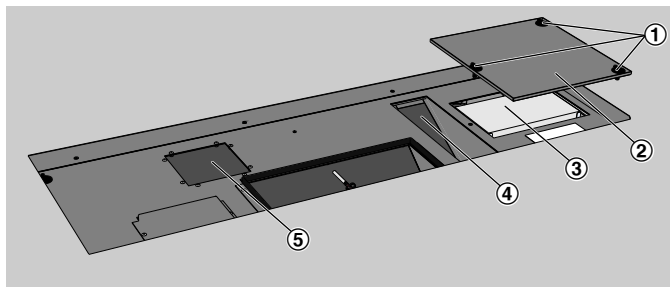

Abb. 24: Filterwechsel Beispiel Ausführung rechts
3. ▶ **Außenluftfilter:** Den Filterdeckel (Abb. 24/2) für den Außenluftfilter demontieren. Dazu die Schnellverschlüsse (Abb. 24/1) lösen und den Filterdeckel abnehmen. Plisseefilter (Abb. 24/3) aus dem Filtereinschub herausziehen.
**Abluft-/Sekundärluftfilter:** Flachfiltermedium (Abb. 24/4) mit Filterrahmen aus dem Gerät entnehmen.
**Bypassfilter:** Flachfiltermedium (Abb. 24/5) entnehmen.
6. ▶ Die Flachfiltermedien (Abb. 24/4 und 5) und den Plisseefilter (Abb. 24/3) wieder einsetzen.
Den Filterdeckel (Abb. 24/2) mit Schnellverschlüssen (Abb. 24/1) wieder montieren.